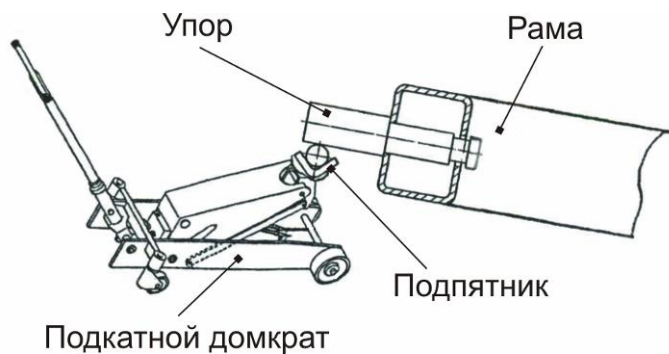

Рисунок 11
8.7. Установите в отверстие рамы упор (Рисунок 11).